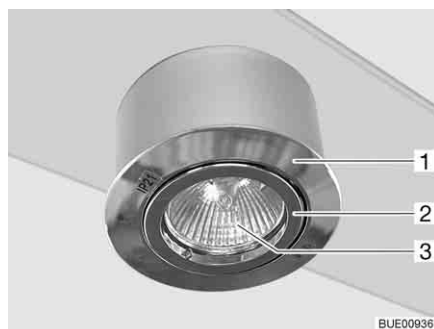

Fig. 219 Lampada alogena a incasso (orientabile)
La lampada alogena a incasso (Fig. 219,1) è incassata nella lampada a soffitto.
- Girare e rimuovere l'anello interno (Fig. 219,2).
- Rimuovere la lampada alogena ad incandescenza (Fig. 219,3).